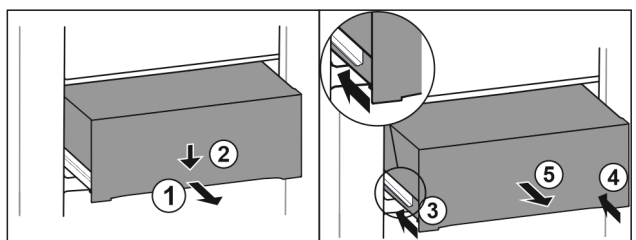

Fig. 111
- ▶ Predal izvlecite do polovice. Fig. 111 (1)
- ▶ Predal na sprednji strani potisnite navzdol. Fig. 111 (2)
- ▶ Levo vodilo potisnite približno 2 cm noter. Fig. 111 (3)
- ▶ Desno vodilo potisnite približno 2 cm noter. Fig. 111 (4)
- ▶ Predal vzemite ven v smeri naprej. Fig. 111 (5)